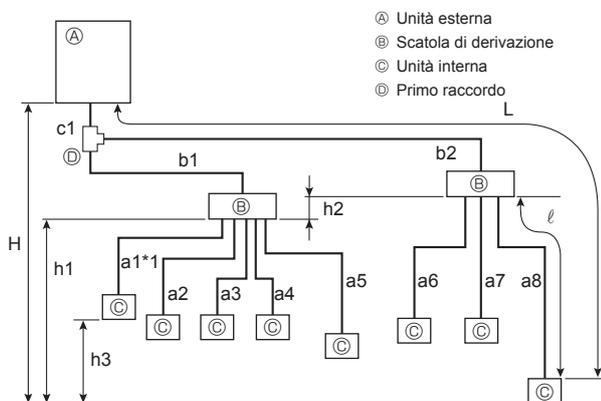

Fig. 4-2
4.1.2. Collegamento con scatola di derivazione (Fig. 4-2)